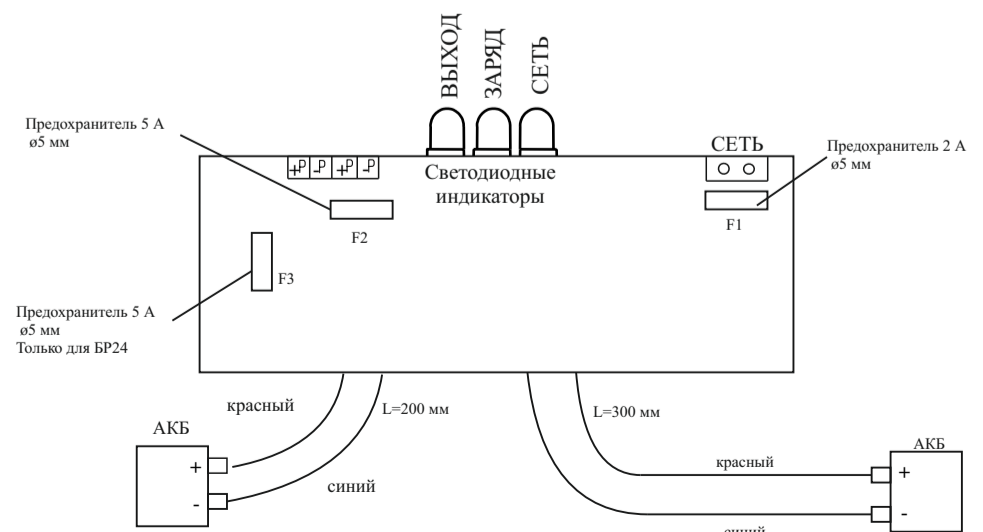

Рисунок 2 – Схема подключения платы бокса
6.4 Подключение соединений производить в соответствии со схемой (Рисунок 2) соблюдая последовательность:
е) подать на бокс сетевое напряжение 230 В частотой 50 Гц, при этом должны засветиться зеленым цветом индикаторы СЕТЬ и ВЫХОД. Если индикатор СЕТЬ не засветился, проверить наличие сетевого напряжения на клеммнике винтовом сетевого питания и исправность предохранителя F1 (2 А) (Рисунок 2) и, при необходимости, заменить его;